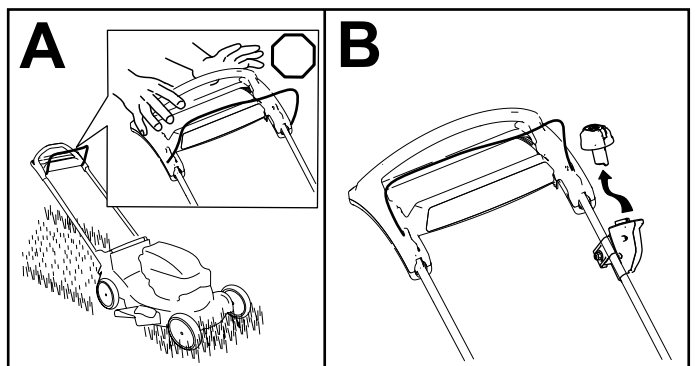

Figure 16
1. Relâchez la barre de commande de la lame (A de la Figure 16).
2. Retirez le bouton de démarrage électrique de l'interrupteur de démarrage électrique (B de la Figure 16).